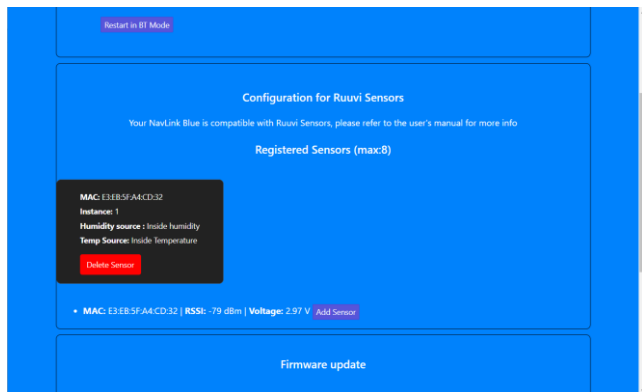

Figure 4
- Une fois que toutes les options sont correctement réglées pour le capteur, cliquez sur le bouton « Save » et le NAVLink Bleu affichera un pop-up indiquant que le capteur a été enregistré avec succès. Il retournera ensuite à la page Settings et vous verrez le capteur enregistré (Fig 4).